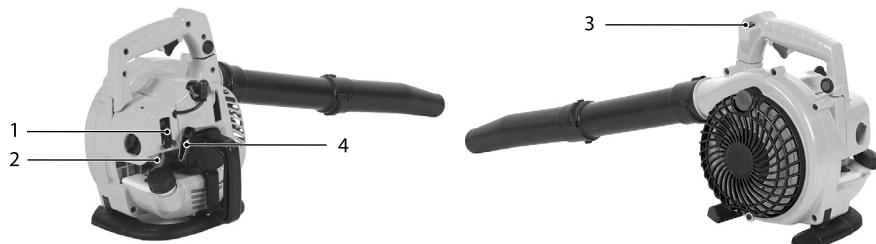

Fig. 5
- Puneti maneta roșie a clapetei (1) în poziția ÎNCHIS (sus).
- Apăsați para de amorsare (2) de cel puțin 8 ori sau până vedeați combustibil umplând para.
- Comutați alimentarea pe poziția (3) I' ON.
- Trageți de mânerul de pornire cu recul (4) până ce simțiți rezistență.
- După ce simțiți rezistență, trageți rapid în sus mânerul de pornire cu recul (4).
- Repetați pașii 6 & 7 până ce dispozitivul pornește (Fig.5).